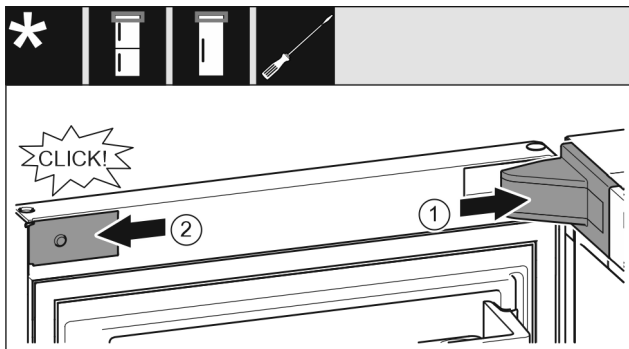

Fig. 65
- ▶ Helyezze fel és pattintsa be a csapágybak fedelét Fig. 65 (1), szükség esetén óvatosan nyomja szét.
- ▶ Helyezze fel oldalra a takarólemezt Fig. 65 (2), és pattintsa be.